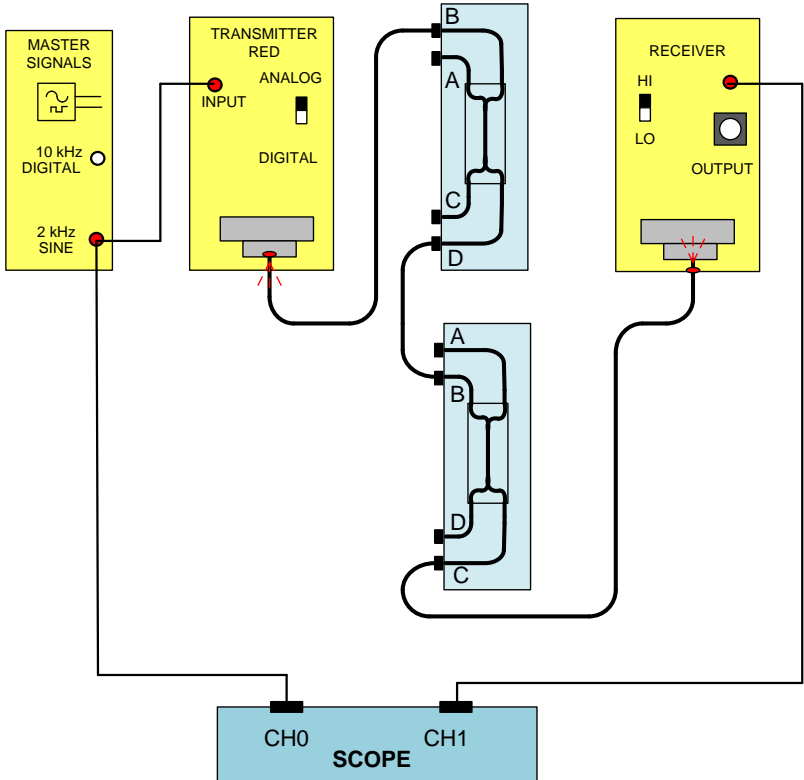

Рис.3. Схема соединений линии передачи информации
9. Соберите схему, как показано на рис. 3.